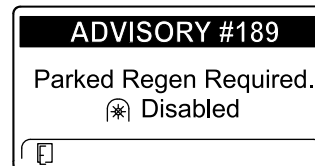

Figura 83
- Dacă nu efectuai o regenerare în stare de parcare în decurs de 2 ore, InfoCenter afiează regenerarea în stare de parcare necesară - priză de putere dezactivată ADVISORY #189 (recomandarea nr. 189 (Figura 83)).